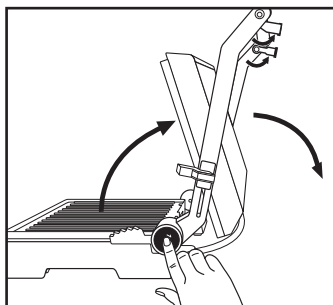

Fig. 1
- 1) Aprire i due piedini di appoggio 1 (fig. 1).
- 2) Premere il tasto di sbloccaggio 180° 3 (fig. 1) e aprire il coperchio dell'apparecchio in modo tale da poter utilizzare entrambe le piastre riscaldanti 10 come grill da tavolo.